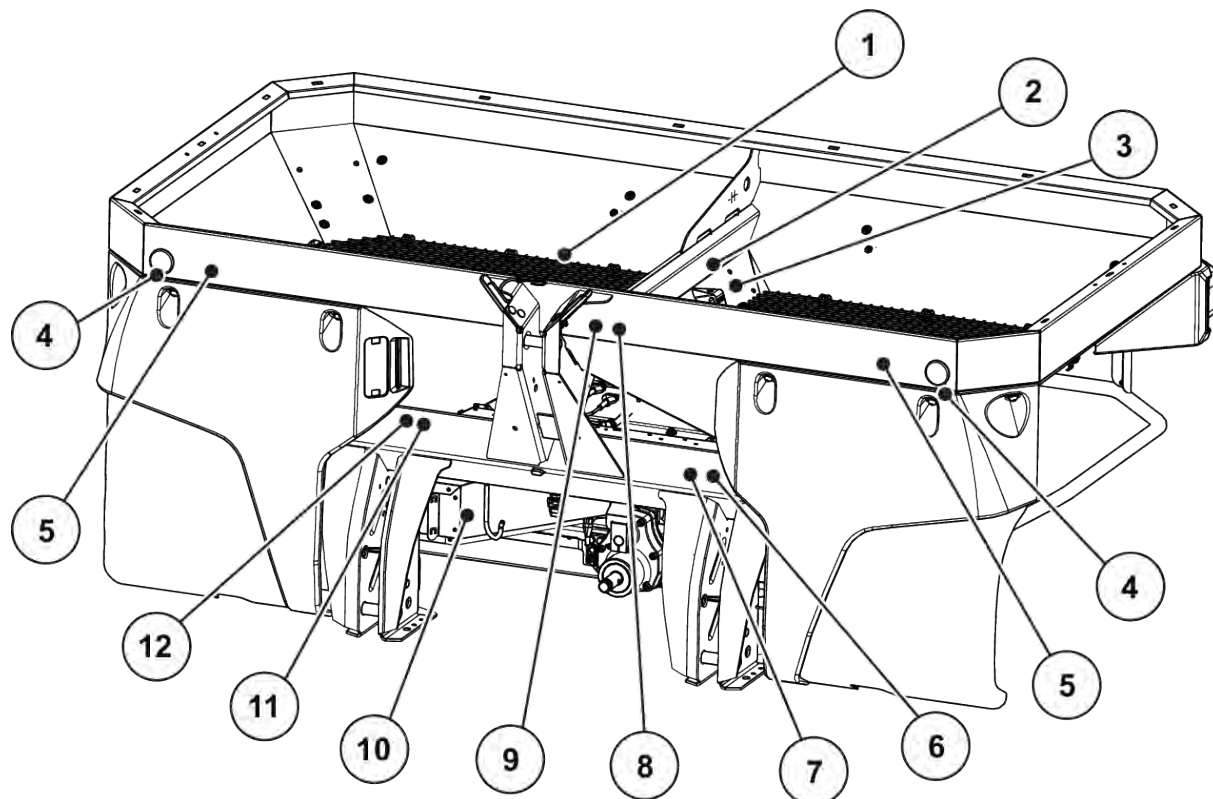

Fig. 2: Skyddsanordningar, dekaler med varningar och instruktioner, framsida
Maskinen är från fabrik utrustad med ett belysningssystem och identifiering fram, bak och på sidan (montering på maskinen, se Fig. 2 Skyddsanordningar, dekaler med varningar och instruktioner, framsida).
- skyddsanordningar – se *Fig. 2 Skyddsanordningar, dekaler med varningar och instruktioner, framsida*